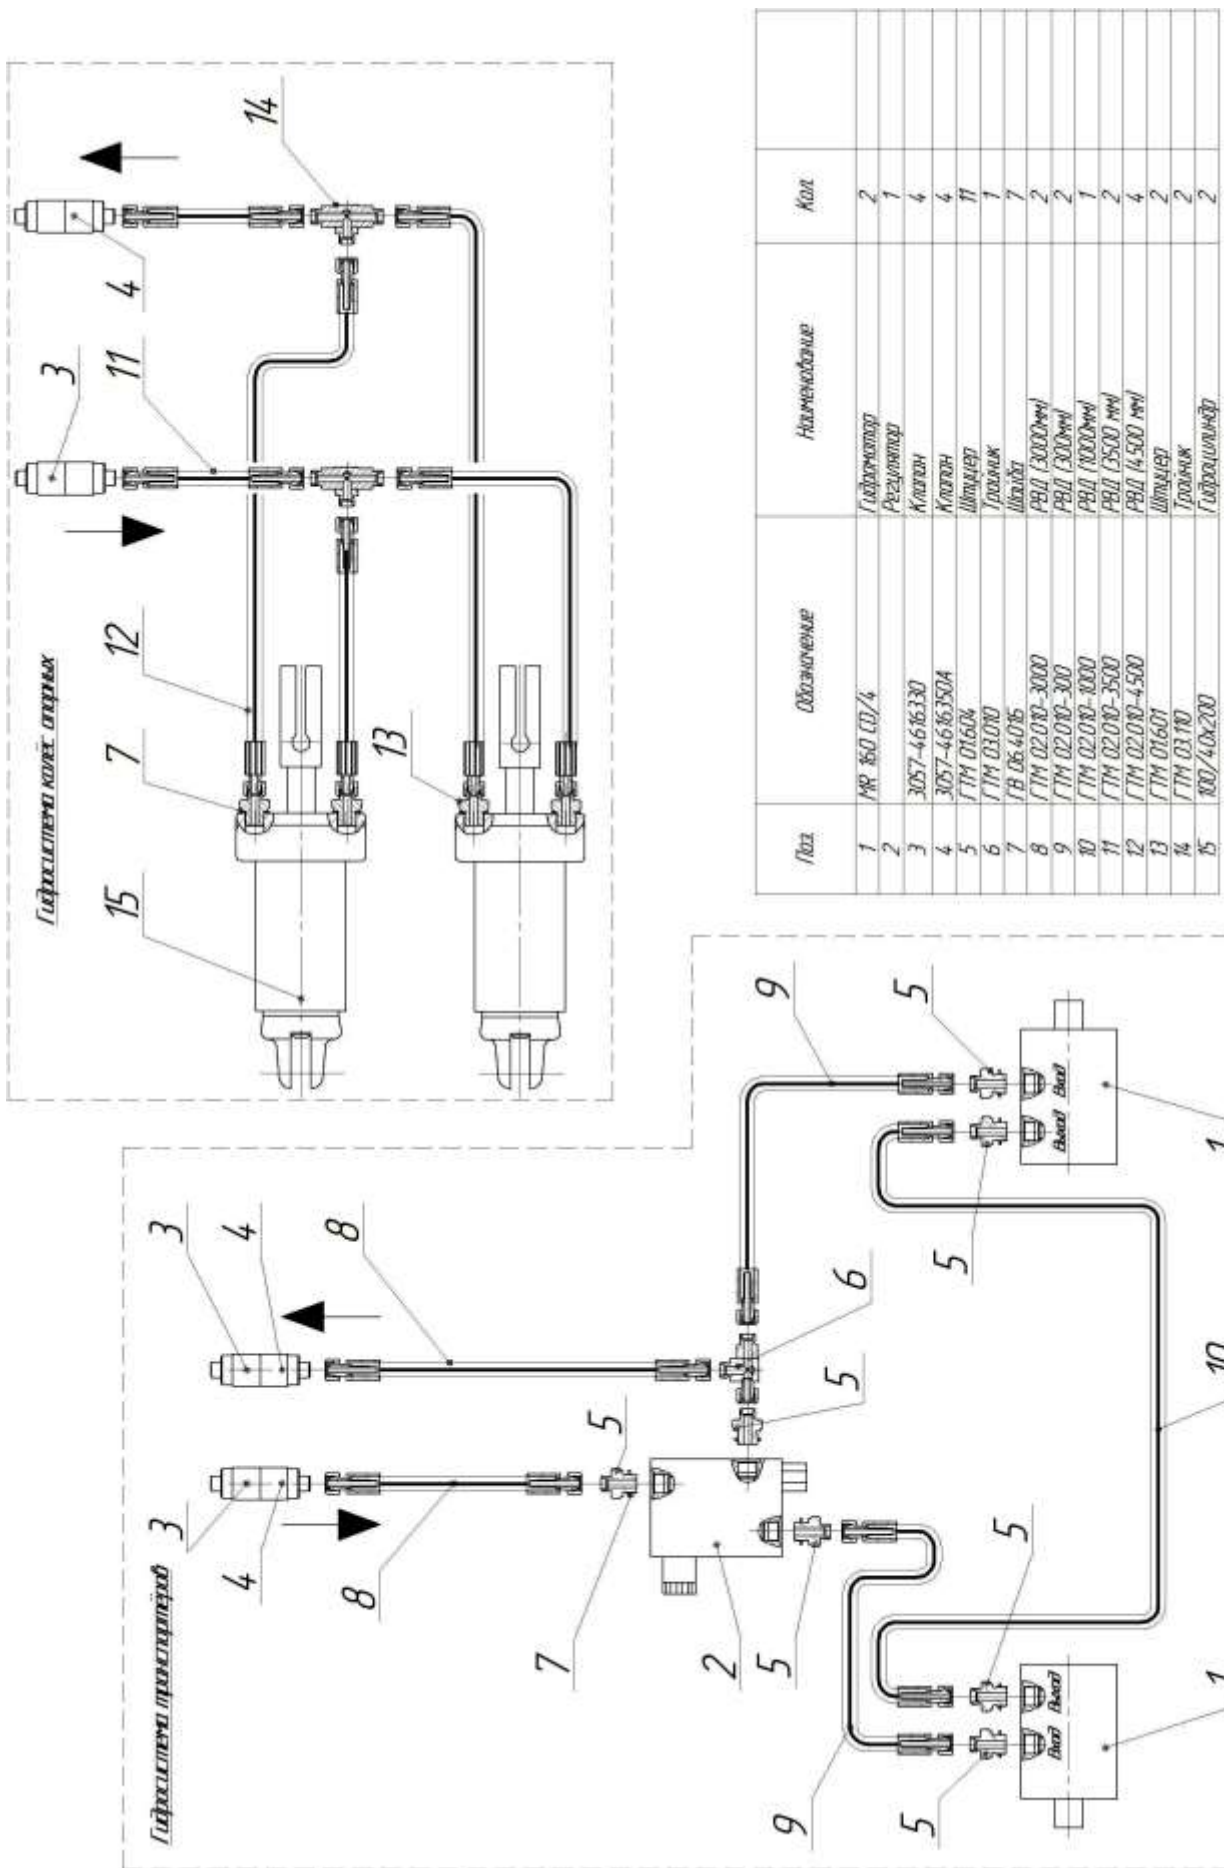

Рисунок 9 – Схема гидросистемы
Соединить гидроцилиндры ходовых колёс рукавами высокого давления. Схема гидросистемы – рисунок 9.
3.16 Подключить гидросистему платформы к трактору (см. рис.9) и произвести обкатку гидромоторов в течение не менее 15 минут. В случае пробуксовывания или заедания транспортёрных лент произвести регулировку натяжения (см. п.2.7).